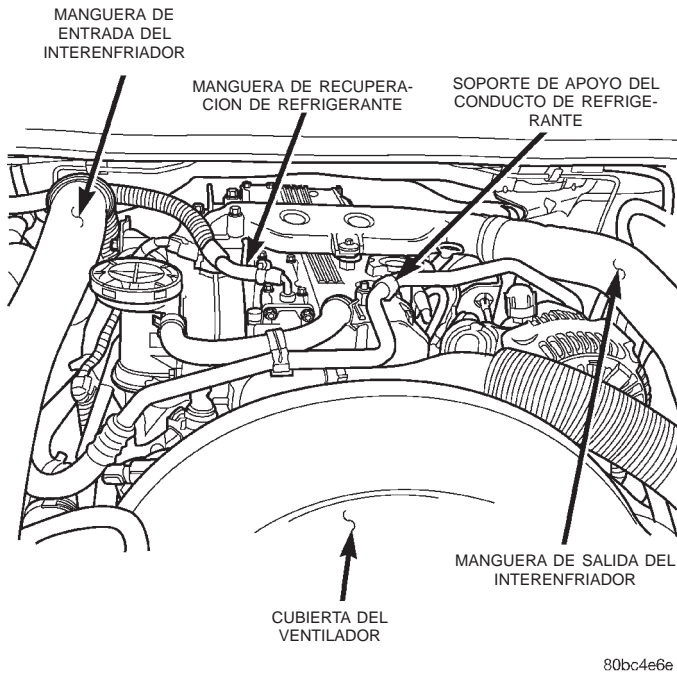

Fig. 26 Posición y orientación de soporte de apoyo de conducto de refrigerante
(4) Apriete los cuatro pernos de la caja con una torsión de 11 N·m (98 lbs. pulg.).
(5) Instale el soporte de apoyo del conducto de refrigerante (Fig. 26).
(6) Instale la manguera del radiador en la caja del termostato.
(7) Asegúrese de que el drenaje del radiador esté firmemente cerrado. Llene el sistema de refrigeración al nivel correcto con la mezcla requerida de refrigerante. Para informarse sobre los procedimientos, consulte Rellenado del sistema de refrigeración en este grupo.
(8) Ponga en marcha el motor y verifique si existen fugas.